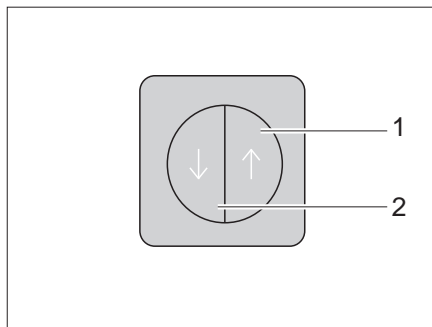

Fig. 100 Interrupteur de verrouillage central de la cuisine intégrée
La cuisine intégrée est équipée d'un verrouillage central. Les portillons et tiroirs du bloc cuisine peuvent être verrouillés et déverrouillés manuellement avec l'interrupteur (Fig. 100).
- Appuyer sur l'interrupteur (Fig. 100,2). Les portillons et les tiroirs du bloc cuisine sont verrouillés.
- Appuyer sur l'interrupteur (Fig. 100,1). Les portillons et les tiroirs du bloc cuisine sont déverrouillés.